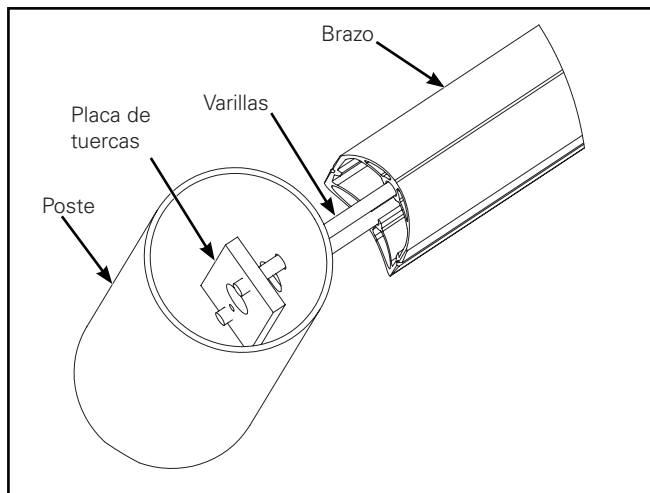

Figura 2.
2. Deslice la placa de la tuerca en el poste. Instale las varillas roscadas a través de los orificios en el poste y en la placa de la tuerca. Deslice el brazo sobre las varillas roscadas. (Figura 2.)